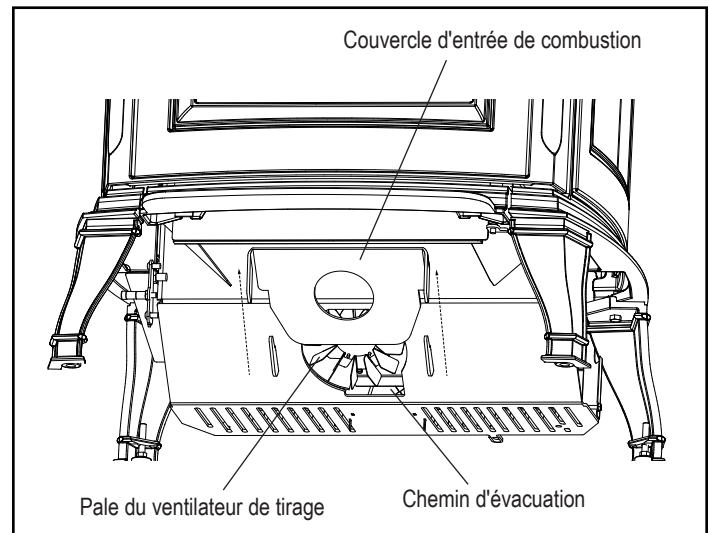

Figure 2.5
Au besoin, on peut retirer la grille du pot de combustion. Figure 2.5.
Le couvercle de l'entrée de combustion est situé derrière le bac à cendres qui doit être enlevé pour bien nettoyer la pale du ventilateur de combustion. Figure 2.5.
- Retirez le couvercle de l'entrée de combustion en le tirant vers le haut. Vous pourrez alors accéder à la pale du ventilateur de combustion et au passage d'évacuation. Figure 2.5.
- Nettoyez le passage d'évacuation. Figure 2.5.